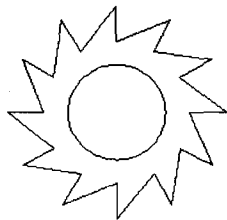

图 5-1 棘轮
本实例绘制的棘轮, 如图 5-1 所示, 是典型的由轮齿组成的图形。如果要采用直线和圆绘制的方法, 要准确绘制出棘轮的形状, 必须将圆等分连接成各个轮齿。
5. 用相同方法连接其他点, 用鼠标选择绘制的点和多余的圆及圆弧, 按 `<Delete>` 键删除, 结果如图 5-1 所示。